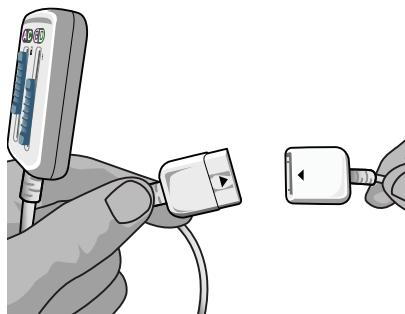

Figure 4 : Stimulateur d'essai externe 2 et câble 2x8 et rallonge de salle d'opération
1. Fixez la rallonge du câble de salle d'opération au câble de salle d'opération (Figure 4).